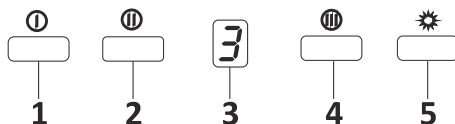

Fig. 18: 3 Trins Digital Knap
1.  Tryk på denne knap for at tænde for apparatet. Når der trykkes på denne knap, tændes apparatet med 1. hastighed.Fig. 18
2.  Når der trykkes på denne knap, vil apparatet blive betjent med 2. hastighed.Fig. 18
3. ➤ Digital Skærm: De kan se, hvilken hastighed apparatet er i drift.Fig. 18
4. ➤ Når der trykkes på denne knap, vil apparatet blive betjent med 3. hastighed.Fig. 18
5. ➤ Tryk på denne knap for at tænde lyset og låget.Fig. 18
6. ➤ Hvis De trykker på en motor initieringsknap mere end 2 sekunder, aktiveres en 15 minutters timerfunktion. Når timeren er startet, sender displayet et signal, hvor motoren ophører med at fungere efter 15 minutter.Fig. 18